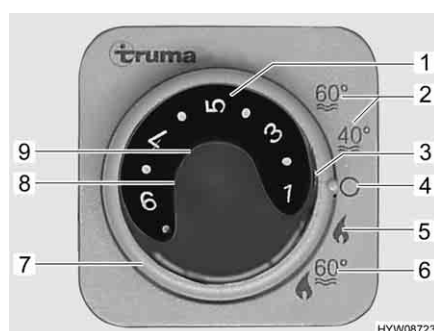

Fig. 96 Centralina di controllo per riscaldamento/boiler
- Impostare la modalità di funzionamento tramite l'interruttore girevole (Fig. 96,7).
A seconda della temperatura ambiente desiderata, il riscaldamento seleziona automaticamente il livello del bruciatore necessario. Al raggiungimento della temperatura ambiente desiderata, il bruciatore si spegne. Durante la modalità di funzionamento "Riscaldamento e boiler" (Fig. 96,6) viene riscaldata anche l'acqua nel boiler. Nella modalità di funzionamento "Riscaldamento senza boiler" (Fig. 96,5) è possibile far funzionare il riscaldamento con il boiler vuoto.
- Impostare la manopola della temperatura (Fig. 96,1) sulla centralina di controllo scegliendo il livello di potenza desiderato.
- Posizionare l'interruttore girevole (Fig. 96,7) su funzionamento invernale "Riscaldamento senza boiler" (Fig. 96,5) o su funzionamento invernale "Riscaldamento e boiler" (Fig. 96,6).
Si accende la spia di controllo verde (Fig. 96,3).
- Posizionare l'interruttore girevole (Fig. 96,7) su "O" (Fig. 96,4).